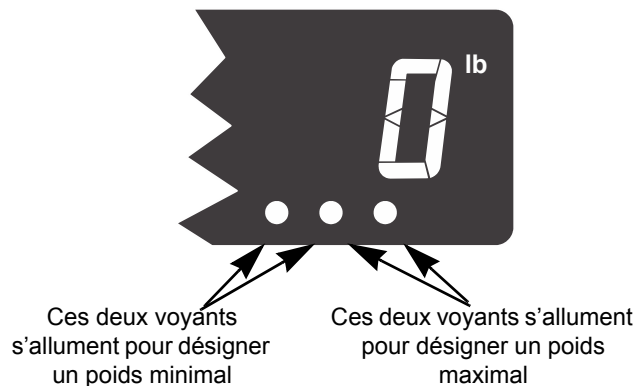

Figure 3.3 Voyants Min/Max
Seul le poids le plus élevé déposé sur la balance est affiché lorsque la valeur de poids de crête est sélectionnée. Le poids minimal est désigné par deux voyants verts *en forme de pastille*. Le poids maximal est désigné par deux autres voyants verts *en forme de pastille*. Voir la Figure 3.3.
1. Appuyer à plusieurs reprises sur **SELECT (Sélectionner)** jusqu'à ce que les deux voyants verts en forme de pastille de droite s'allument. Voir la Figure 3.3. Ceci signifie que le poids de crête ou maximal est à présent affiché.